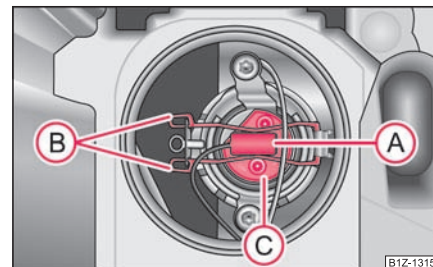

Fig. 245 Demontarea becului luminii de drum
- Decuplați ștecărul (A) ⇒ fig. 245.
- Apăsăți mânerul de sârmă (B) înspre far și apoi apăsați-l în lateral.
- Scoateți becul (C) și montați-l pe cel nou, astfel încât elementele de fixare ale soclului să intre în orificiile din reflector.